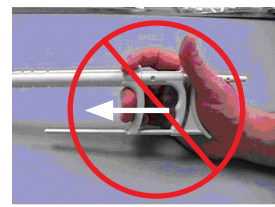

Figura 6
- g) Tenha em atenção que a colocação do polegar numa posição diferente, como a indicada na Figura 6, é contraindicada e não deve ser posta em prática.